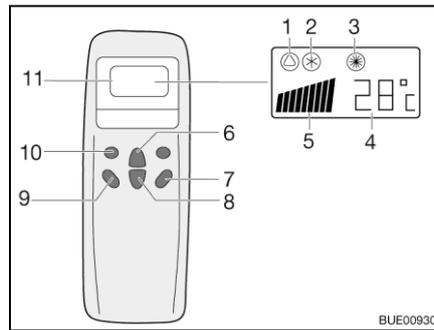
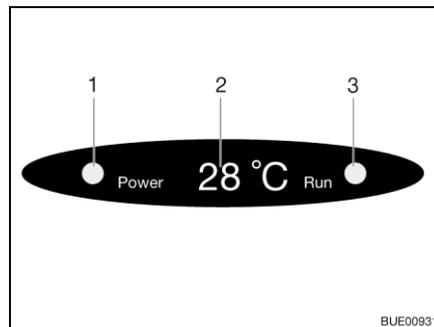

Fig. 226 Telecomando
Fig. 227 Display su diffusore
- Premere il tasto "ON/OFF" (Fig. 226,7).
- Premere il tasto "Mode" (Fig. 226,10) spesso, finché la modalità desiderata (Fig. 226,1, 2 o 3) viene visualizzata sul display. La spia di controllo relativa sul display sul diffusore (Fig. 227,3) si accende.
- Con i tasti di aumento della temperatura (Fig. 226,6) o di riduzione della temperatura (Fig. 226,8) regolare la temperatura desiderata.
- Con il tasto numero di giri ventola (Fig. 226,9) selezionare il livello desiderato per la ventola.